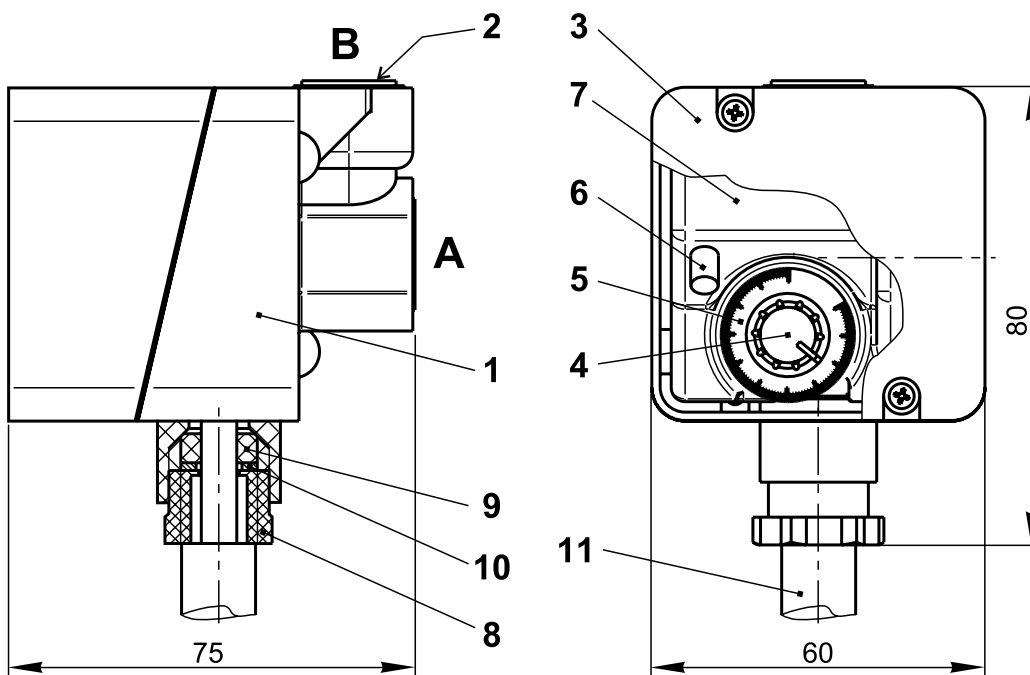

Рис. 1
2.1 Датчик (см. рис. 1) состоит из следующих основных узлов и деталей:
3.1 Габаритные и присоединительные размеры приведены на рис. 1.
4.2.4 Для подвода давления используется отверстие А или В (Рис.1). Если свободное отверстие не используется, его необходимо плотно закрыть заглушкой 2.